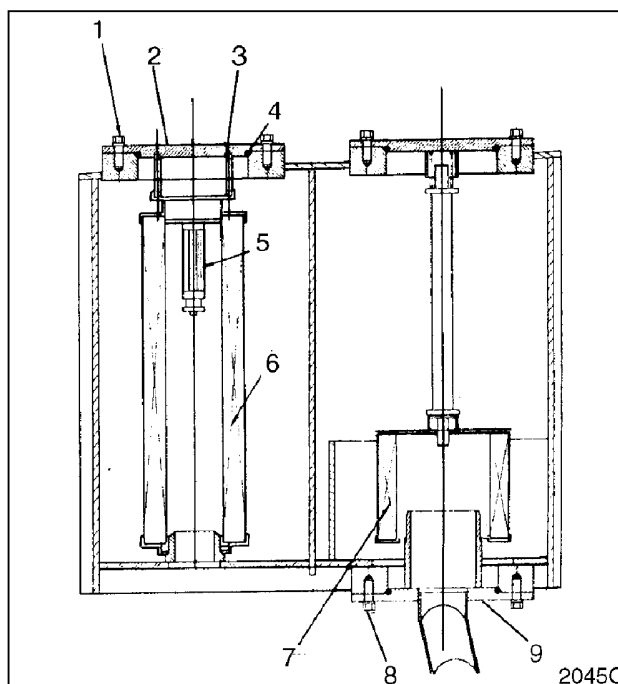

Рис. 48
2. Очистить крышку фильтра (2, рис. 48) и бак вокруг крышки.
3. Снять болты (1, рис. 48) с крышки (2).
4. Снять крышку (2, рис. 48) и уплотнительное кольцо (4) с бака. Удерживать пружину (3), находящуюся под крышкой сапуна. Снять пружину (3).
5. Снять клапан (5, рис. 48) и элемент фильтра (6) с гидробака.
6. Очистить крышку (2, рис. 48) снизу.
7. Установить новый фильтр (6, рис. 48) и клапан (5) в гидробак. Вдавливает элемент на его основание до тех пор, пока верх элемента не окажется примерно на 4 мм ниже края бака.
8. Установить новое кольцевое уплотнение (4, рис. 48) на крышку (2). Установить пружину (3) на свое место на элементе (6).
9. Установить крышку (2, рис. 48) на место на элемент (6). Вставить болты (1) через крышку (2) и затянуть их.